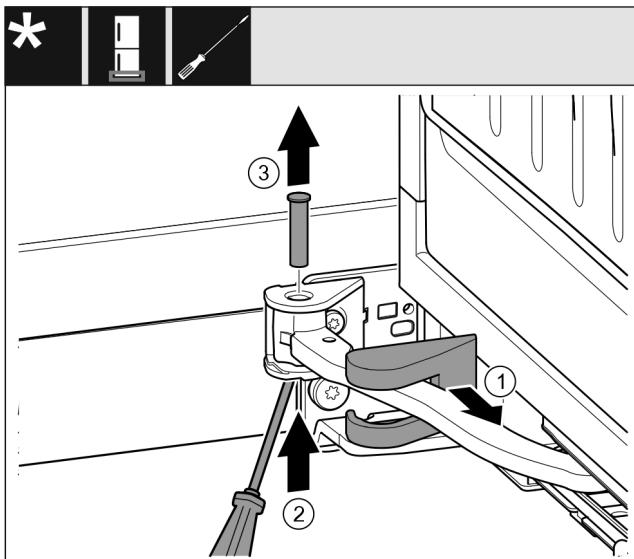

Fig. 15
- Stáhněte kryt stojanu ložiska a posuňte podél kloubu. Fig. 15 (1)
► Čep zespodu nadzvedněte prstem nebo šroubovákem. Fig. 15 (2)
► Šroubovákem zajedťte pod hlavu čepu a vytáhněte jej. Fig. 15 (3)